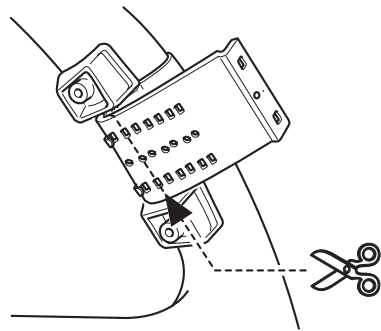

Fig. 14
2. Couper la partie de la courroie en excès au centre du support interne. (Fig. 14)